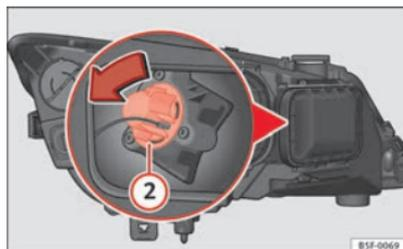

Abb. 184 Glühlampe für Blinklicht
- Drehen Sie den Lampenträger ⇒ Abb. 184 ② nach links und ziehen Sie.